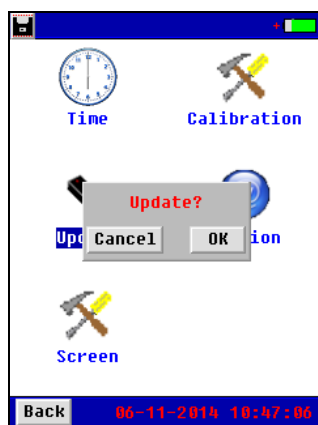

Рис. 3.4.3
1. Сохраните новое программное обеспечение в корневом каталоге памяти USB, подсоедините внешнюю память USB к тестеру, нажмите Update (обновить) под System (система) и нажмите [OK] (смотрите рис. 3.4.3). На экране будет показан процесс обновления. По завершении обновления на дисплее тестера автоматически появится стартовый экран.